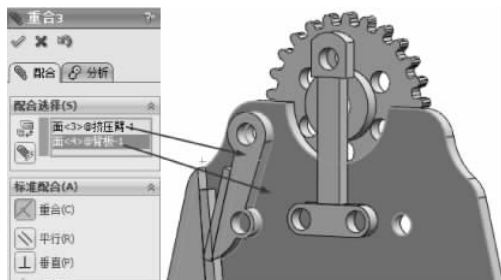

图 3-143 重合配合
(6) 继续进行配合约束,选择【标准配合】选项组下的【重合】配合类型,在【要配合的实体】选择框中选择如图 3-143 所示的面,其他保持默认,单击【确定】按钮,完成重合配合。